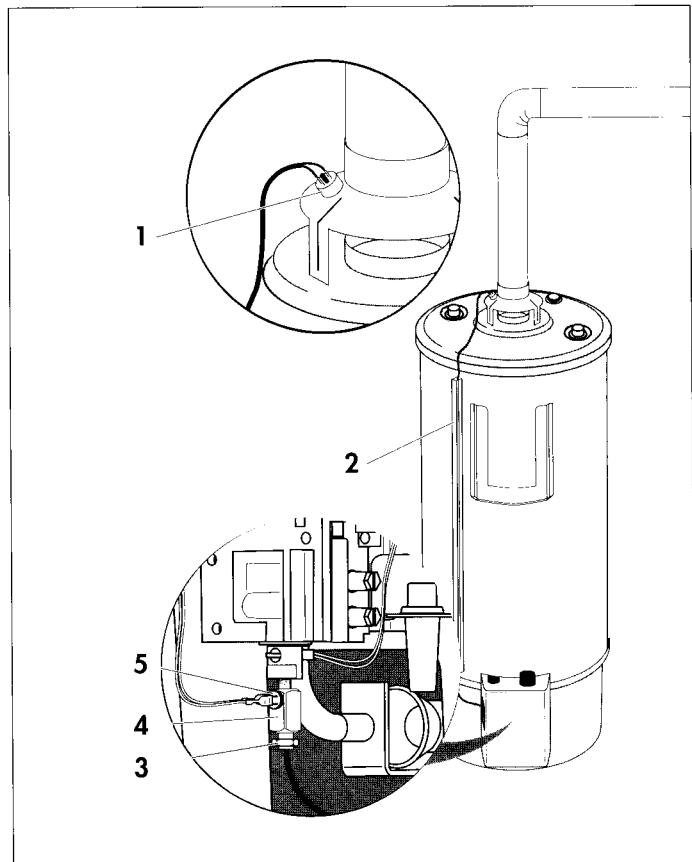

Abb. 7 Montage Abgassensor
- Befestigen Sie den Temperaturfühler (Abb. 7, Position 1) außen auf der Strömungssicherung.
- Kleben Sie den Kabelkanal (Abb. 7, Position 2) auf die Geräteverkleidung.
- Schrauben Sie die Überwurfmutter (Abb. 7, Position 3) des Thermoelementes aus dem Anschlußstück an dem Gasregelblock heraus.
- Schrauben Sie die Kupplung (Abb. 7, Position 4) in das Anschlußstück.
- Stecken Sie den Stecker (Abb. 7, Position 5) des Temperaturfühlers in die Kupplung.
- Schrauben Sie die Überwurfmutter (Abb. 7, Position 3) des Thermoelementes in die Kupplung.